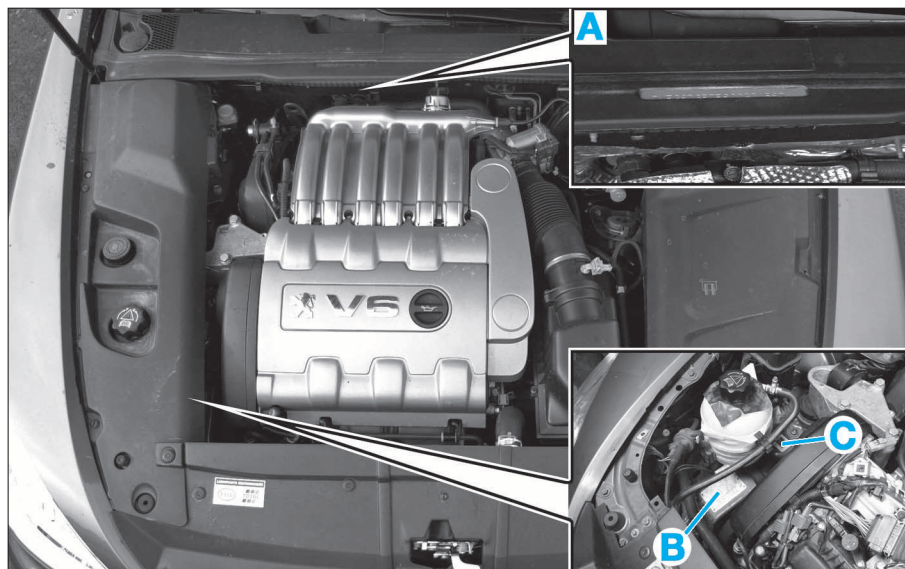

FIG. 1
Le numéro d'identification à 17 caractères est frappé sur le collecteur d'auvent, légèrement à droite (Fig.1).
La plaque constructeur (B) (Fig.1) est rivetée sur la partie avant du longeron droit.
Cette étiquette de renseignements est collée sur le longeron avant droit (Fig.1).